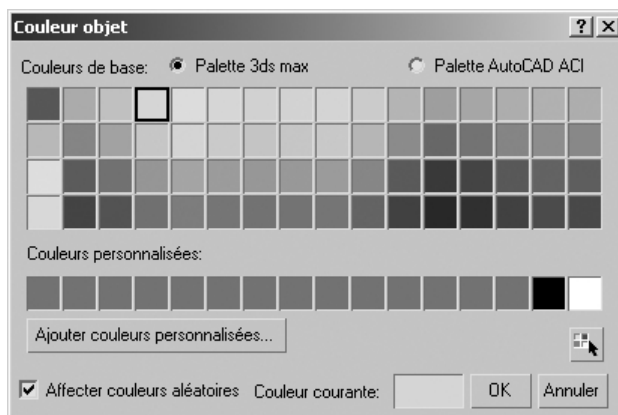

Fig.9.6
- **Les objets créés sur la couche « o »** : ils reçoivent automatiquement une couleur aléatoire, si le champ **Affecter couleurs aléatoires** est activé dans la boîte de dialogue **Couleur objet** (fig.9.6). Si le champ n'est pas activé, chaque objet reçoit la couleur courante.